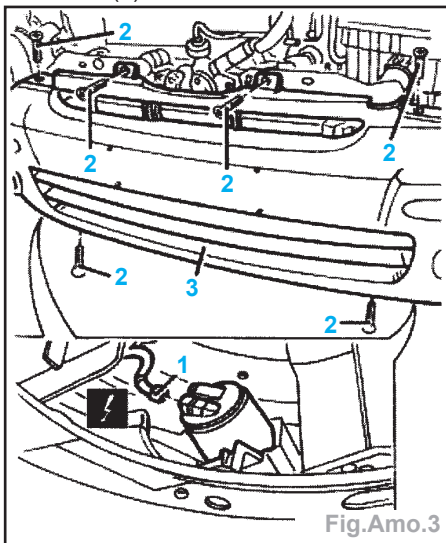

Fig.Amo.3
- les vis (3),
- la vis (4) depuis le compartiment du clignotant,
- les connexions des antibrouillards (1) (Fig.Amo.3),
- les vis (2) et le bouclier AV.